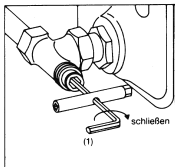

Bild 1
2. Ventilkegel mit dem Sechskantschlüssel SW 6 (1) durch Rechtsdrehen schließen (Bild 1).
2. Ventilkegel mit Sechskantschlüssel SW 6 (1) durch Rechtsdrehen schließen (Bild 1).